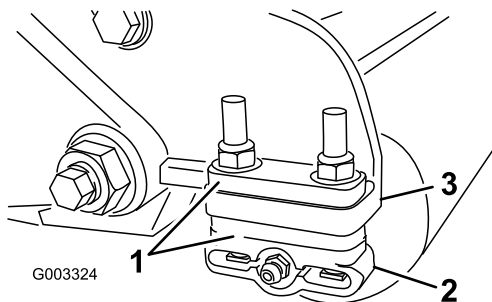

図 18
1. 希望の刈高範囲に必要な数のスペーサを刈高チャートで確認し、スペーサをサイド・プレートの取り付けフランジ（図 18）の下に入れて、後ローラのブラケットの位置を正しくセットする（図 18）。